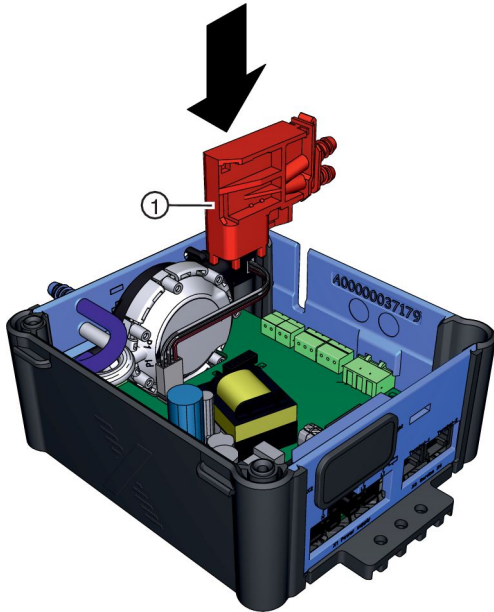

Abb. 17: Erweiterungsmodul EM-DDT in Platine einstecken.
3. ▶ Erweiterungsmodul EM-DDT in Platine einstecken (Abb. 17/①).